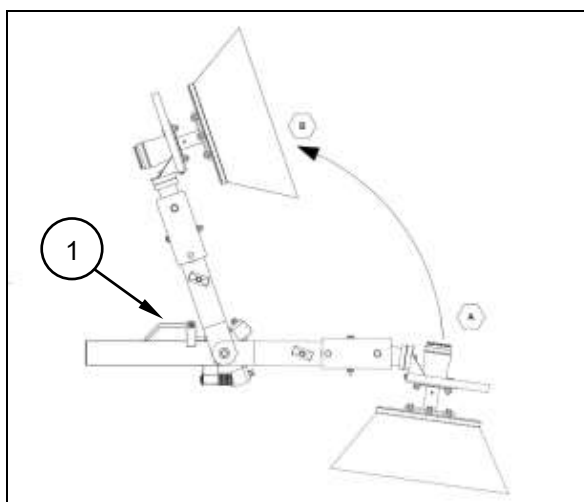

Fig. 4.11
- Sidebørsterne (fig. 4.11) svinges opad og sikres (1).